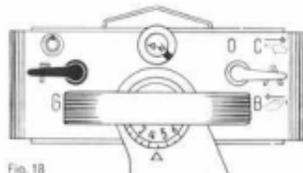

Fig. 18
*Durch eine Verbesserung der Schlosskonstruktion ist der F-G-Hebel, dessen Zweck und Bedienung auf Seite 7 Fig. 18 und 19 dieser Anleitung erklärt ist, überflüssig geworden.*
F = Normalstellung. Seitenkuliszen gefedert zum Stricken mit Fadenführer, Fig. 18.